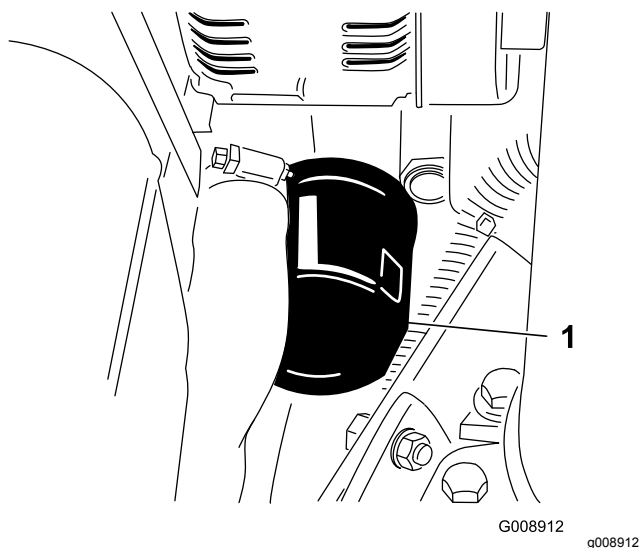

Figura 64
2. Togliete il filtro dell'olio (Figura 64).